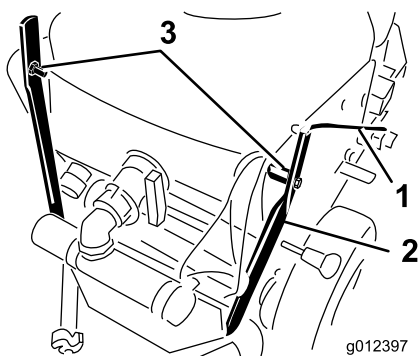

Figura 3
1. Retire el pasador de horquilla, la arandela y la brida que sujetan la varilla de acoplamiento durante el transporte (Figura 3). Guarde el pasador de horquilla y la arandela para instalar la varilla de acoplamiento.
2. Retire los 2 pernos, los espaciadores y las tuercas que sujetan el manillar al soporte del depósito (Figura 3). Deseche los pernos, los espaciadores y las tuercas.